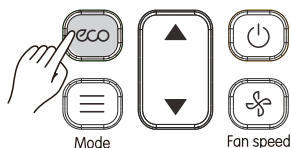

Imagen 3.15
1) Pulse  (consulte la Imagen 3.15) para enviar la señal ECO a la unidad interior. Se muestra el icono *eco*;